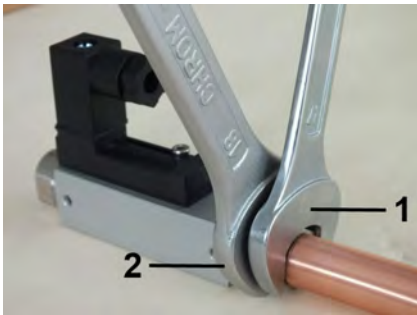

Abb. 10: Gerät einschrauben
- Mit passendem Maulschlüssel (Abb. 10/1) die Übergangverschraubung der Rohrleitung eindrehen. Dabei die Geräteverschraubung mit einem passenden Maulschlüssel (Abb. 10/2) gegenhalten